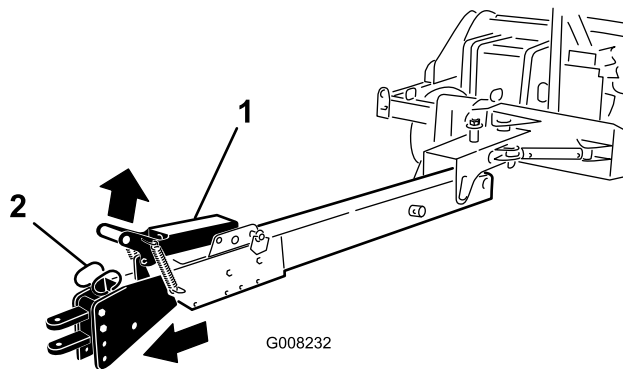

図 22
- B. ラッチハンドルを持ち上げる 図 22。
- C. ヒッチアセンブリがロック位置にはまり込むまで、ワークマンをゆっくりと前進させる 図 22。
8. 牽引ヒッチを縮めるには、ラッチハンドルを持ち上げ、ヒッチアセンブリがロック位置にはまり込むまでワークマンをゆっくりと後退させる 図 22。